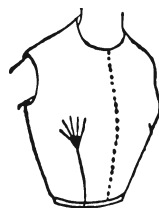
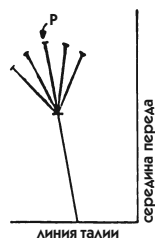

Рис. 536
Рис. 537
Большинство маленьких вытачек, расположенных веером, заметно удалены от наиболее выступающей точки груди (рис. 536). Единственная из них, доходящая до точки P, обеспечивает прилегание одежды к фигуре: на рис. 537 это средняя вытачка.
1. На листе бумаги отметьте направление вытачек согласно модели. Приложите его к фигуре, чтобы определить пропорции, затем укажите срединную линию переда и линию талии (рис. 537).